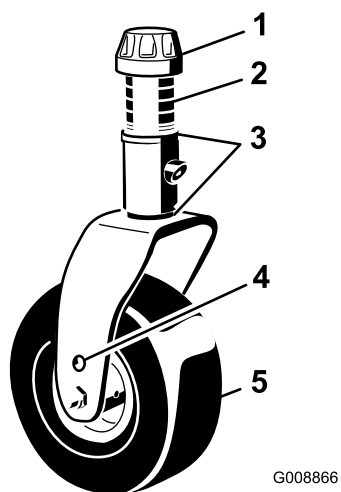

Figura 26
3. Ajuste os calços de 3 mm na(s) forquilha(s) da roda giratória de forma que coincidam com altura de corte fixada no autocolante (Figura 26); consulte Ajuste da inclinação da plataforma do cortador \(página 61\).